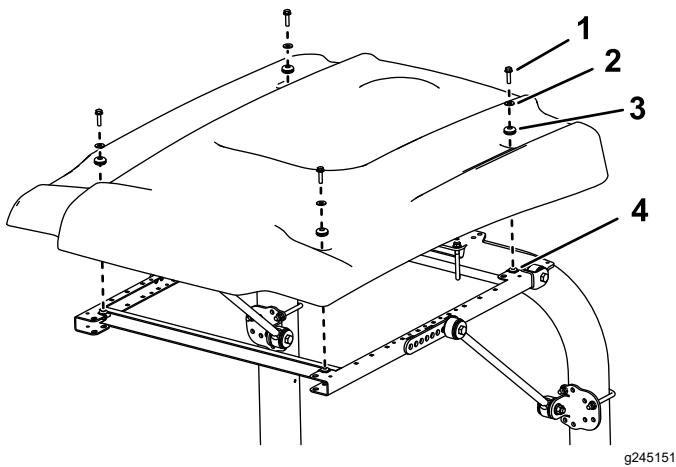

Figura 6
10. Alinee los taladros de montaje y posicione el toldo sobre el bastidor, según se muestra en Figura 6.
11. Sujete provisionalmente cada esquina del toldo al bastidor con un perno con arandela prensada (5/16" x 1¼"), una arandela pequeña y un anillo de goma (Figura 6).